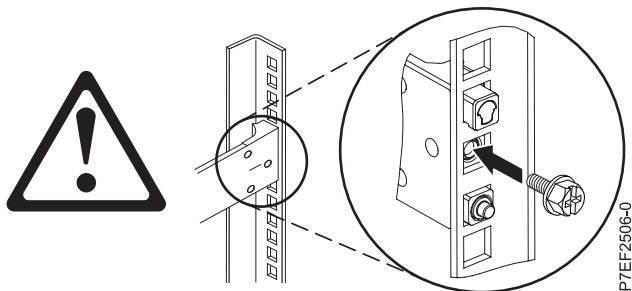

Abbildung 4. Schraube erneut einsetzen
4. Setzen Sie die Schraube erneut ein, die im vorherigen Schritt entfernt wurde, wie in Abb. 4 dargestellt.